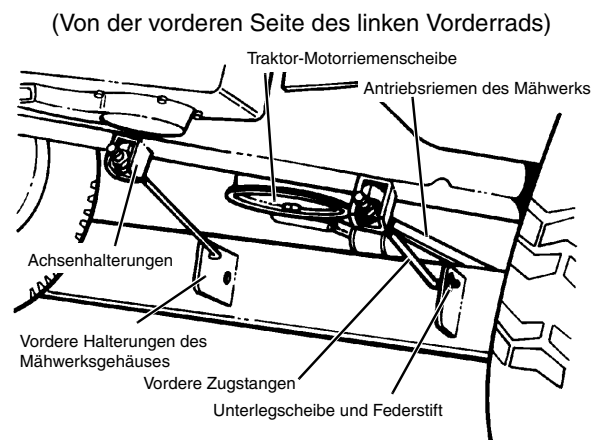

ABBILDUNG 8
- Vorderen Zugstangeneinheit aus der Teileverpackung nehmen und durch die Löcher in der Halterung unten an der Vorderachse einsetzen (siehe ABBILDUNG 8).